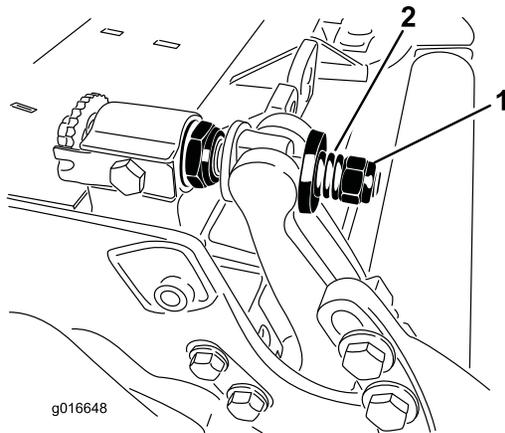

Figura 31
3. Apriete las contratuercas uniformemente en cada lado hasta que no pueda girar las arandelas de acero exteriores a mano. Luego afloje las contratuercas hasta que apenas pueda girar las arandelas de acero exteriores a mano, y toda la holgura haya quedado eliminada de la barra de asiento. (Figura 31).
10. Apriete la tuerca de cada ajustador hasta que los muelles de compresión estén comprimidos del todo, luego afloje la tuerca 1/2 vuelta (Figura 31).